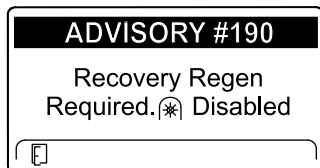

Figura 57
- Richiesta di rigenerazione di recupero – disabilitazione della presa di forza ADVISORY #190 (Figura 57)